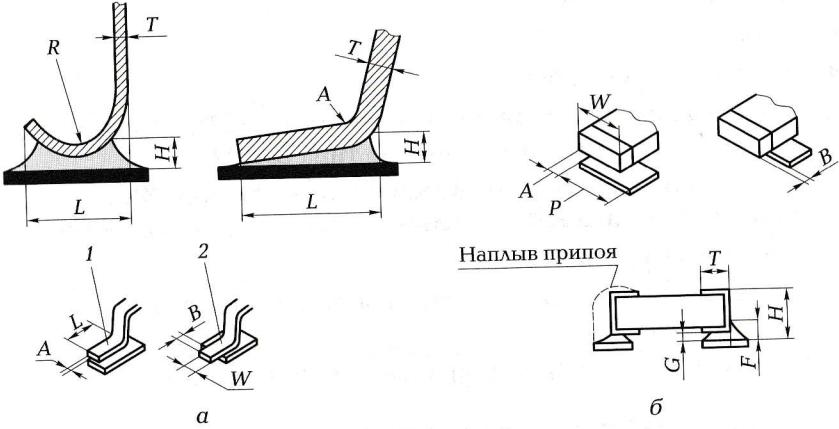

Рис. 2.2. Требования к качеству пайки элементов поверхностного монтажа:
Для технологии поверхностного монтажа разработаны двойные диоды и транзисторы, которые выполнены в SMD-корпусах типа SOT23 и имеют ленточные контакты. Обычные SMD-диоды выполняются в прямоугольных корпусах с торцевыми контактами. Требования к качеству пайки трехвыходовых приборов с торцевыми и ленточными контактами показаны на рис. 2.2.
- Проверьте качество пайки в соответствии с рис. 2.2.